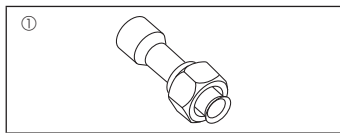

Fig. 1-1
1.6. Ulkoyksikön tarvikkeet (Fig. 1-1) (SHW230)